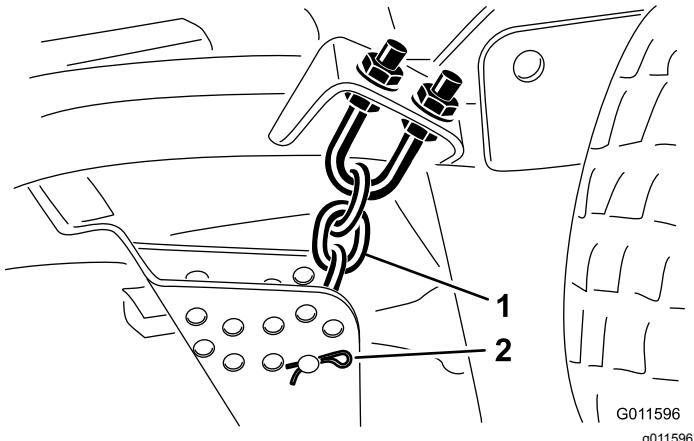

Bild 21
8. Entfernen Sie den Splint und den Lastösenbolzen, mit denen die Schnitthöhenkette an der Rückseite des Mähwerks befestigt ist (Bild 21).